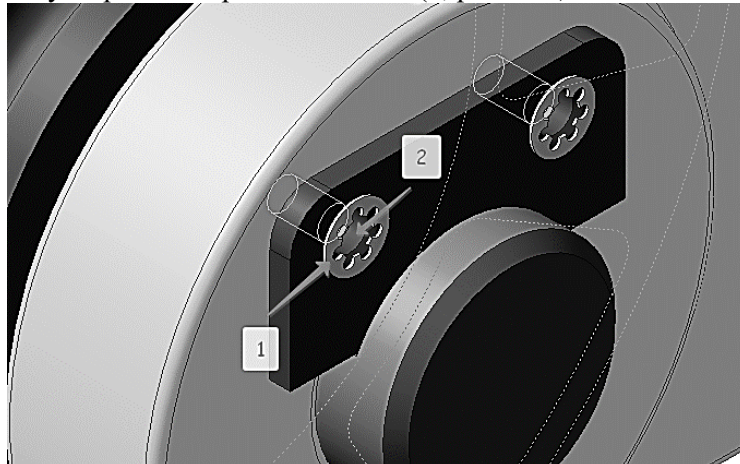

Рис. 105. Выбор поверхностей сопряжения Винта
10.2.9 Для автоматического наложения сопряжений укажите плоскую грань *Шайбы* (1, рис. 105) и цилиндрическую грань отверстия в *Планке* (2, рис. 105).